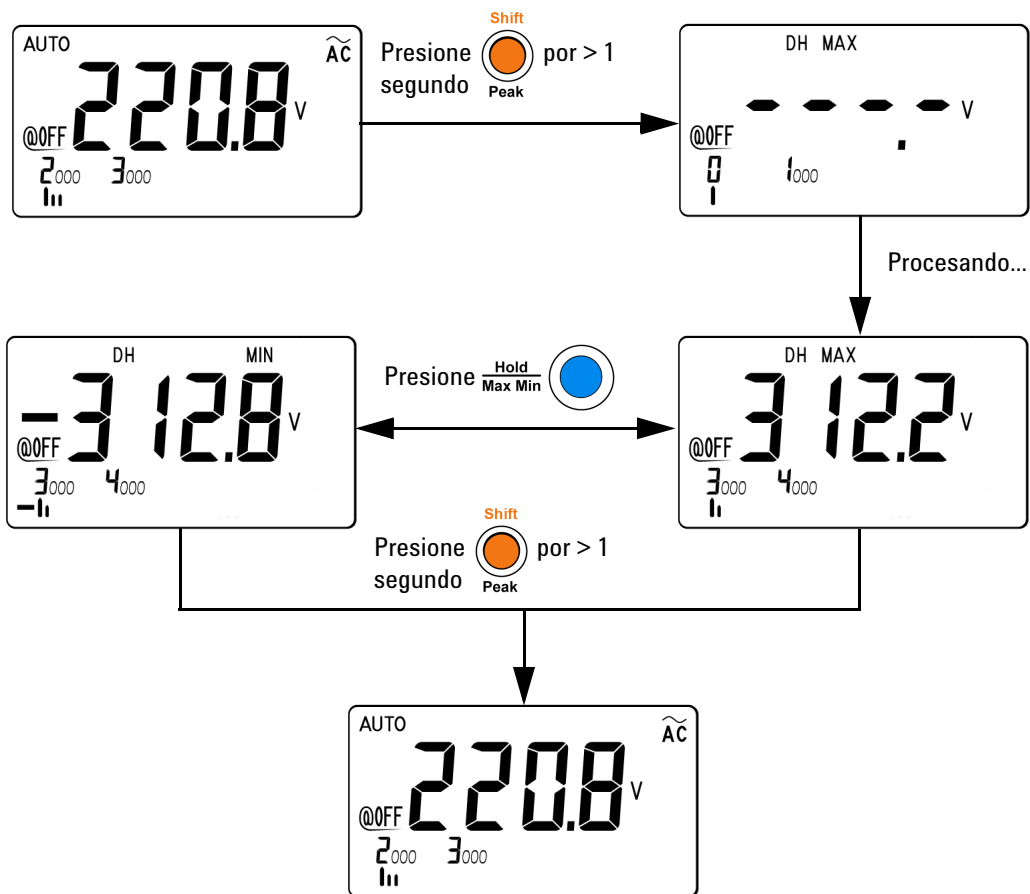

Figura 3-4 Operación del modo Retención de picos de 1 ms
- 4 En el ejemplo de medición que se muestra en la Figura 3-4 en la página 42, el factor de cresta será $312.2/220.8 = 1.414$.